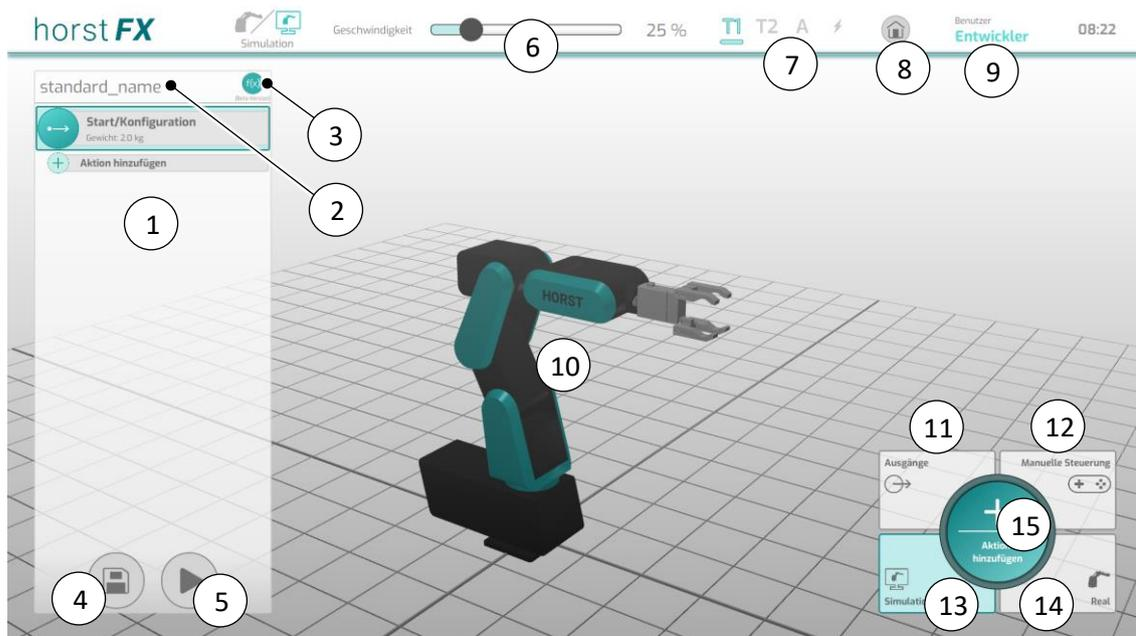

Abb. 5-25: Programmiersicht
Mit Antippen eines Platzhalters oder des Buttons **Aktion hinzufügen** (s. Abb. 5-25) (15) in der Programmieransicht erscheint der **Aktionsauswahl-Bereich**. Für jede Aktion, die ausgewählt wird, öffnet sich ein entsprechendes Aktionsfenster mit diversen Konfigurations- und Auswahlmöglichkeiten zu der Aktion. Zudem wird dem Programmbaum ein entsprechender Programmbaustein hinzugefügt, und zwar immer unter den zuletzt selektierten Programmbaustein oder anstelle eines Platzhalters.